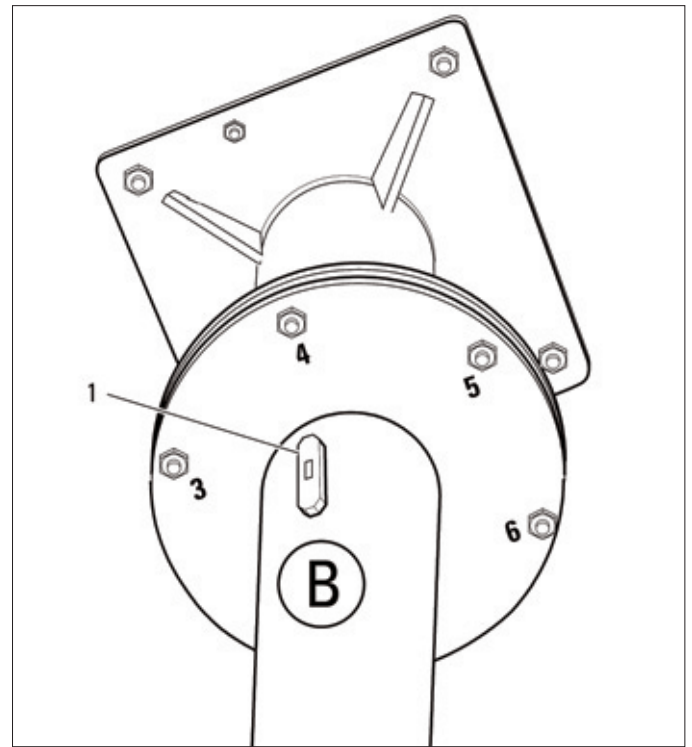

Bild 2
⇒ Präzisionswasserwaage (1) auf Seite **B** unterhalb der Schraube **4** senkrecht an das oberste Segment des Leica Mini Mounts anlegen (Bild 2).